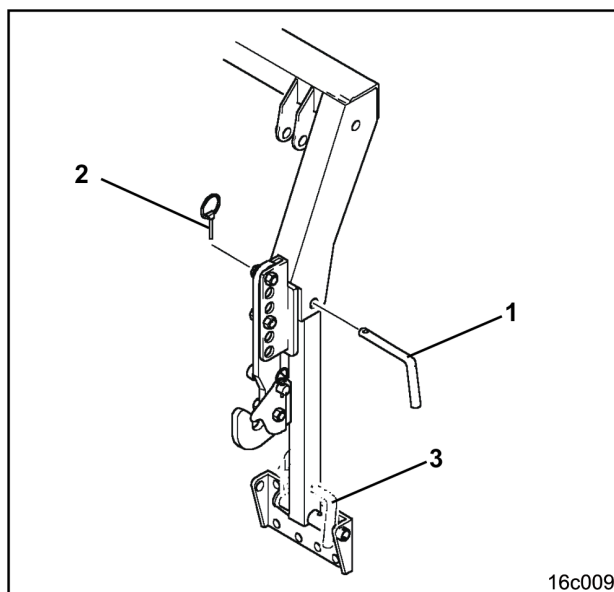

Fig. 101
Zum Straßentransport Sämaschine anheben und Hubrahmen gegen unbeabsichtigtes Absenken mit zwei Bolzen (Fig. 101/1) abstecken und mit Klappsteckern (Fig. 101/2) sichern.
- Während der Arbeit können die Bolzen (Fig. 101/3) am Hubrahmen befestigt werden.